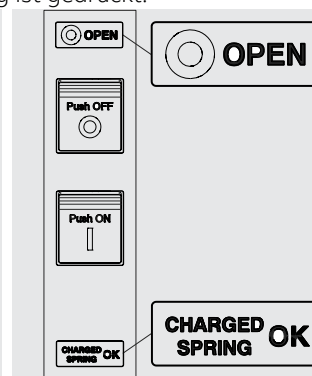

Abbildung 82
2. Leistungsschalter aus mit gespannten Federn (siehe Abbildung 82).